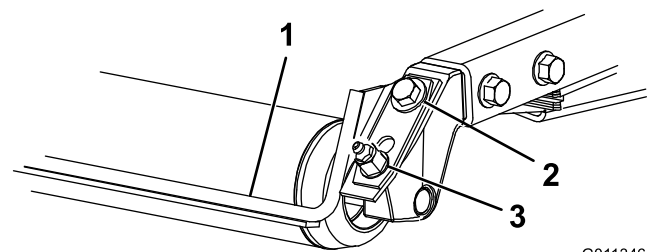

Bild 5
1. Lösen Sie die Schmiernippel und Befestigungsschraube (Bild 5).